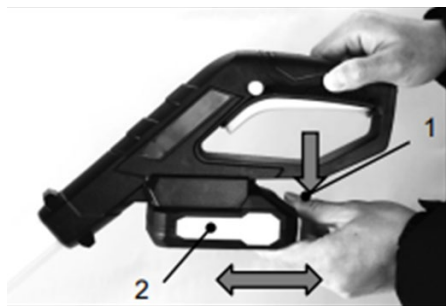

Рисунок 9. Схема встановлення/зняття акумуляторної батареї.
3. Щоб зняти АКБ, злегка натиснути на кнопку фіксації (1, рис. 9) батареї та, утримуючи кнопку, із невеликим зусиллям вийняти її.